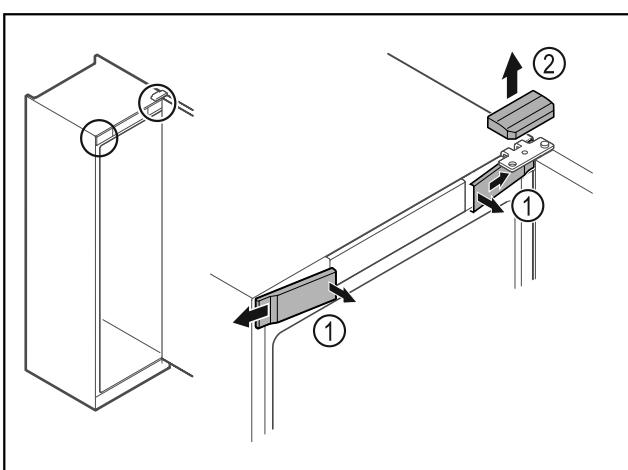

Fig. 8*
- Izvadite prednje poklopce Fig. 8 (1) iznutra i skinite ih na stranu.*
- Skinite gornji poklopac Fig. 8 (2) prema gore.*